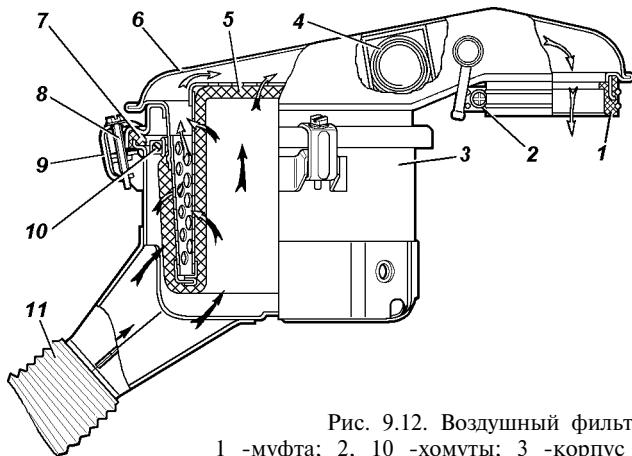

Рис. 9.12. Воздушный фильтр:
**Обслуживание воздушного фильтра.** На автомобилях с карбюраторным двигателем устанавливается воздушный фильтр (рис. 9.12) с очищаемым фильтрующим элементом.